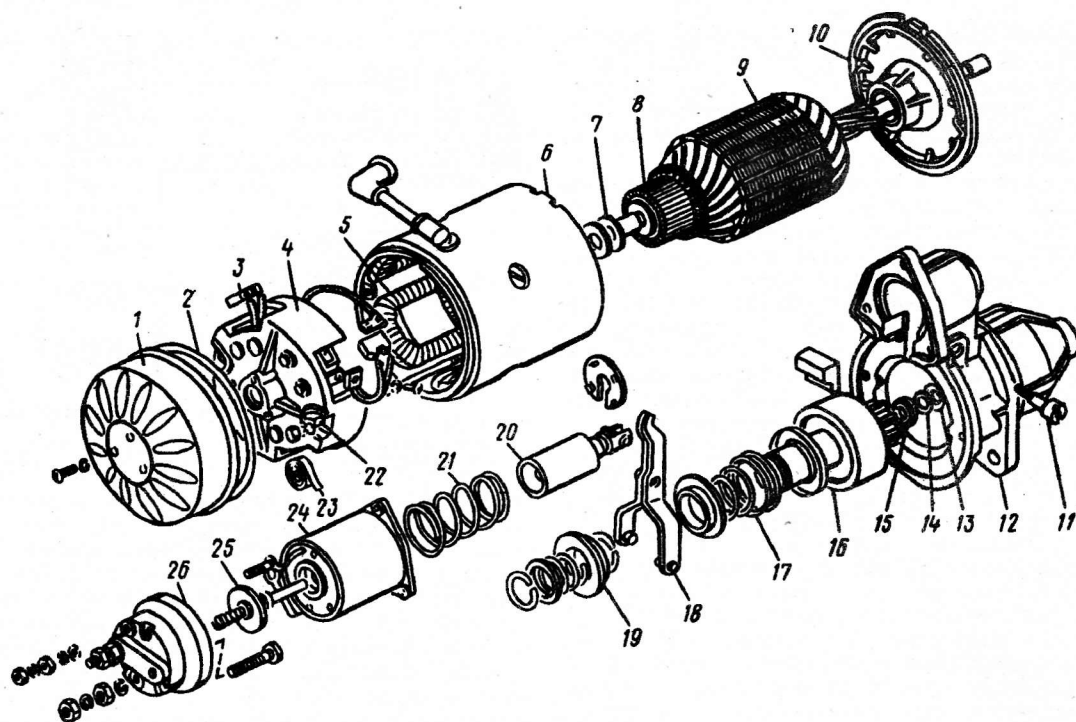

Рис. 245. Стартер:
Стартер представляет собой четырехполюсный, четырехщеточный электродвигатель постоянного тока. Вал стартера вращается по часовой стрелке (если смотреть со стороны привода стартера). Устройство стартера и электромагнитного реле показано на рис. 245.
- снять защитный кожух 1 (см. рис. 245);